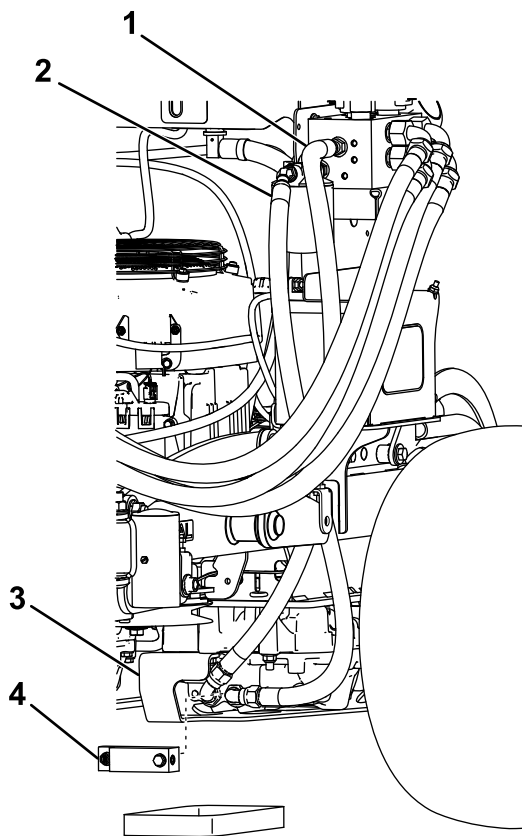
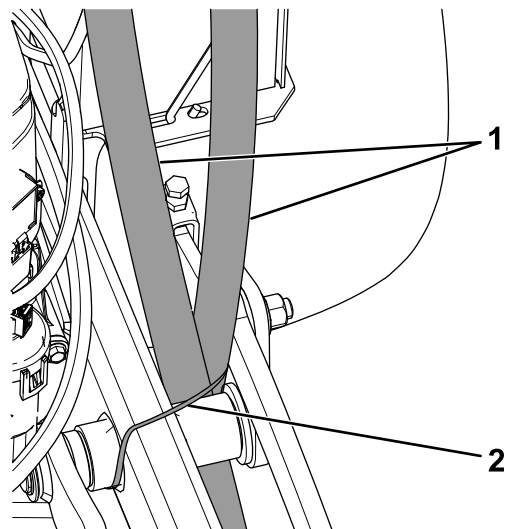

Bild 12
Bild 13
4. Stellen Sie eine Auffangwanne unter den Verteilerblock an der linken Seite des Hydrostatikantriebs (Bild 12).
5. Bauen Sie den Verteilerblock aus (Bild 12).
6. Verlegen Sie den Filterschlauch zwischen den Hubarm und dem Rahmen (Bild 13) und verbinden Sie diesen mit dem äußeren Anschluss des Hydrostatikantriebs (Bild 12).
7. Verlegen Sie das lose Ende des Schlauchs im Anschluss P des Verteilers zwischen den Hubarm und dem Rahmen (Bild 13) und verbinden Sie diesen mit dem inneren Anschluss des Hydrostatikantriebs (Bild 12).
8. Befestigen Sie die Schläuche mit einem Kabelbinder am Rahmen (Bild 13).